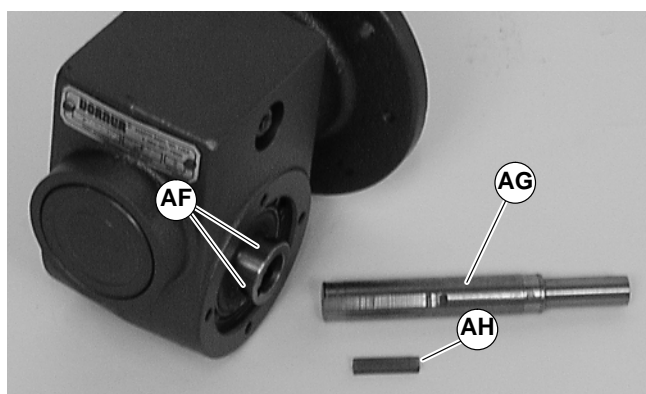

Abbildung 16
6. Zwei (2) Schrauben (AC) entfernen, und Abtriebswellenabdeckung (AD) abnehmen.
7. Abtriebswellenpaßfeder des Untersetzungsgetriebes (AE) entfernen.
8. Sechs (6) Stellschrauben lösen (AF siehe Abbildung 16). Abtriebswelle (AG) und Paßfeder (AH) entfernen.
10. Die Originalwelle (AG siehe Abbildung 16) und Paßfeder (AH) in das neue Untersetzungsgetriebe einbauen. Die Stellschrauben mit 3 Nm festziehen.